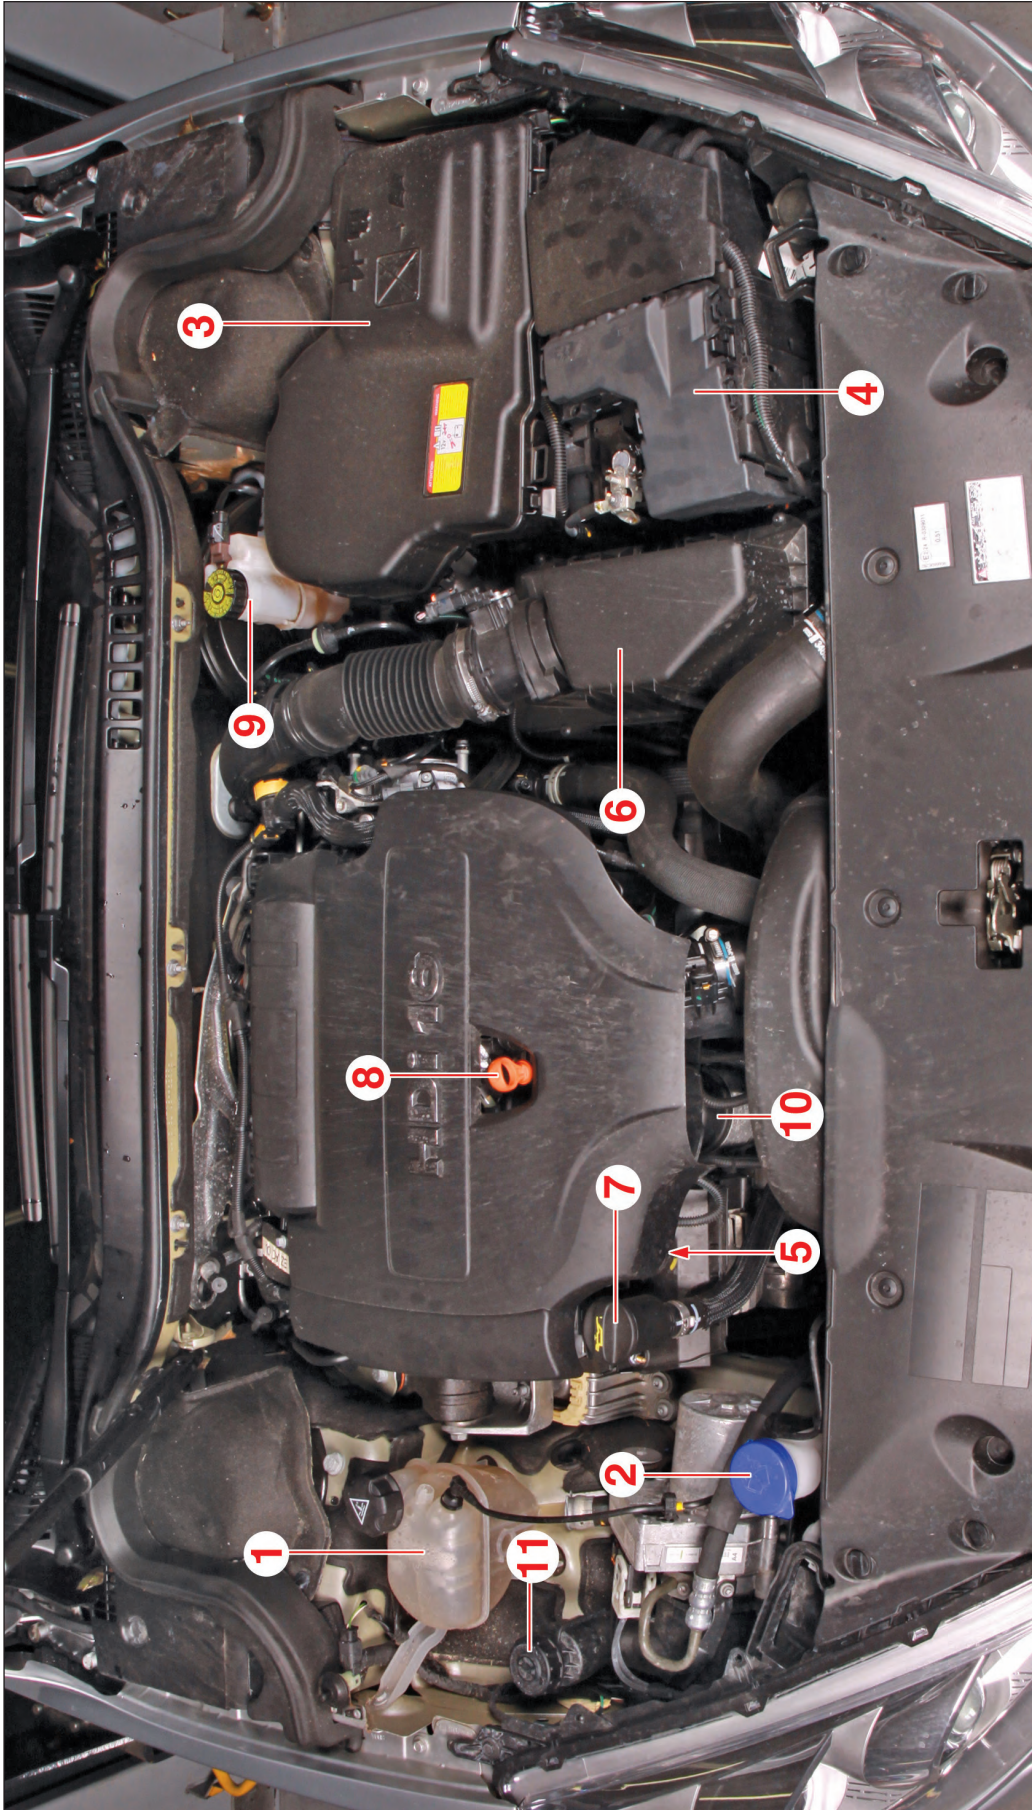

FIG.2
- Se placer devant le véhicule et, par l'entrebâillement du capot, lever légèrement celui-ci (**Fig.2**).